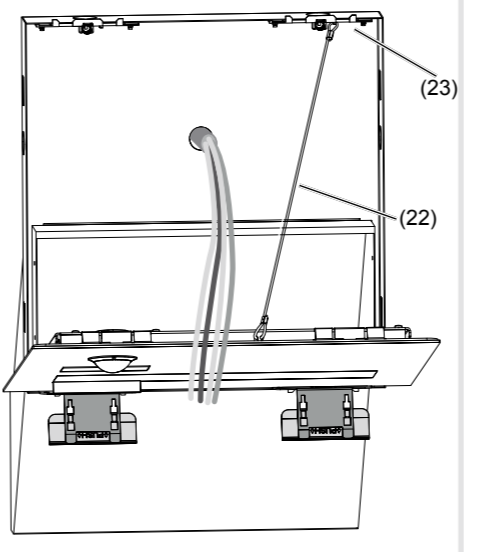

Bild 7: Installationsposition Briefkastenfront Video
- (20) Öffnungswerkzeuge
- (21) untere Befestigungselemente
- Die Schlaufen des Sicherungsseils (22) zwischen mittleren oberen Einhängern der Briefkastenfront und oberen rechten Befestigungselement (23) im Gehäuse einhängen. Die Briefkastenfront Video zur Installation auf die Öffnungswerkzeuge stellen (Bild 7).